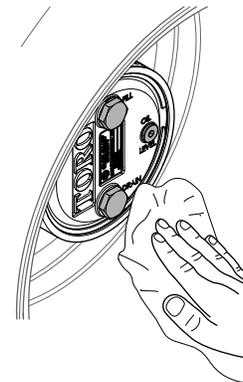

Figura 70
3. Limpe as estruturas do travão e da engrenagem planetária (Figura 70).